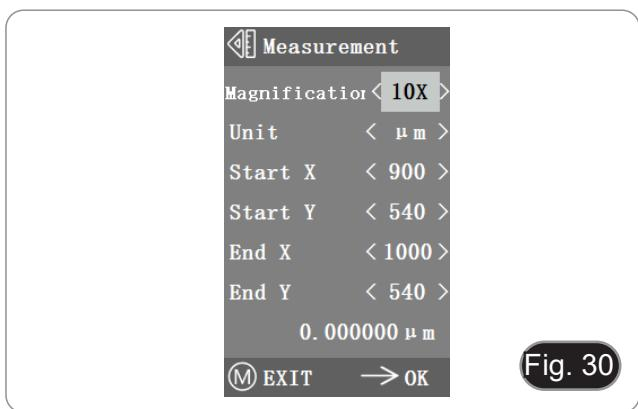

Fig. 30
- 3. Déplacez le point de départ et d'arrivée de la position X et Y en appuyant sur ← et →: la longueur de la mesure s'affiche en temps réel. (Fig. 30)